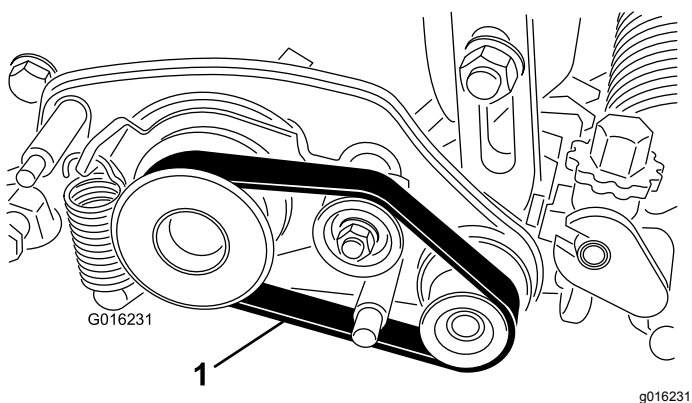

Рисунок 16
36. Наденьте ремень на ведущий, натяжной и ведомый шкивы, как показано на Рисунок 16.